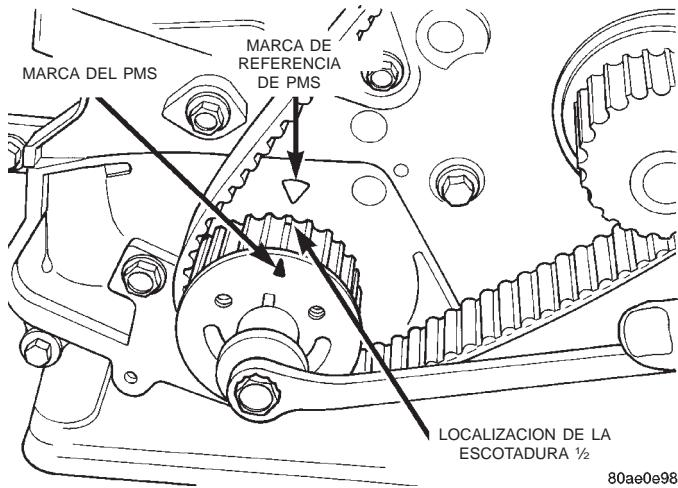

Fig. 62 Ajuste de la rueda dentada del cigüeñal para la instalación de la correa de distribución
(3) Mueva el cigüeñal a la marca de 1/2 antes del PMS (Fig. 62) para la instalación de la correa.
(4) Instale la correa de distribución. Comenzando en el cigüeñal, gire por la rueda dentada de la bomba de agua y después alrededor de la rueda dentada del árbol de levas.
(5) Mueva la rueda dentada del cigüeñal al PMS para disminuir la holgura de la correa.